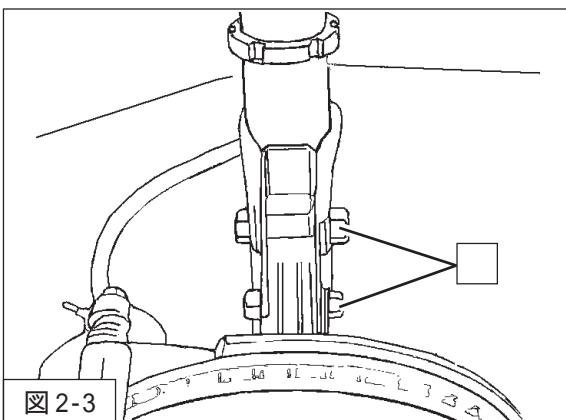

図2-3
3. ダンパーロア取付ボルト・ナット(締付トルク:132N·m)を取付けてください。(図2-3)